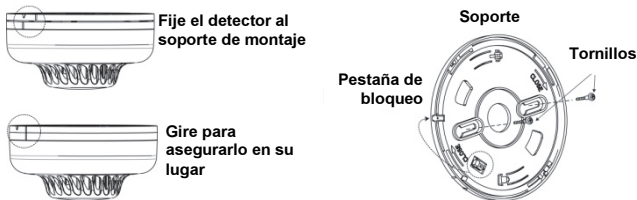

Figura 7: Instalación del detector de humo y calor
Para instalar el detector (ver Figura 7 y 8)
2. Quite el pasador de fijación que sujeta el soporte de montaje a la unidad (ver Figura 7).
6. Fije el soporte con tornillos (incluidos), como se muestra en la Figura 7.
6. Alinee la ranura lateral del soporte con el detector. Presione el detector sobre el soporte de montaje y gírelo en sentido horario para fijarlo en su lugar. Inserte el pasador de fijación para asegurar el soporte al detector (ver Figura 7).